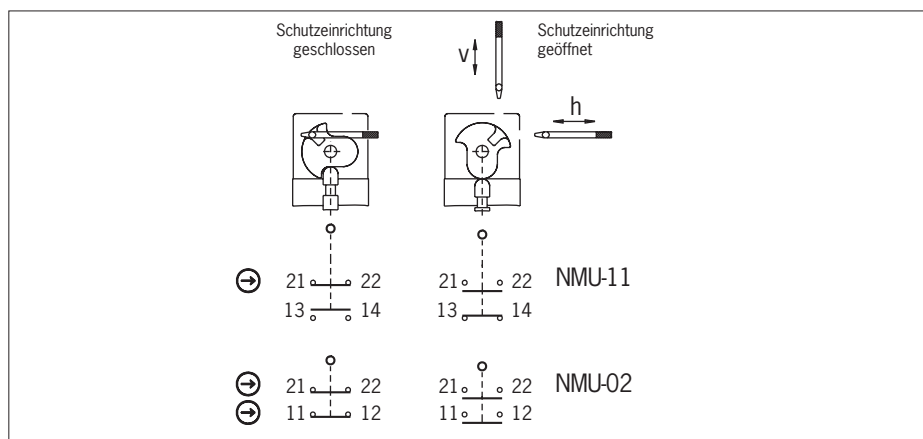

Bild 4: Schaltelemente und Schaltfunktionen
Es muss mindestens ein Kontakt (⊖) verwendet werden. Dieser signalisiert die Stellung der Schutzeinrichtung (Kontaktbelegung siehe Bild 4).
3. Anschließen und Klemmen mit 0,5 Nm anziehen (Kontaktbelegung siehe Bild 4).